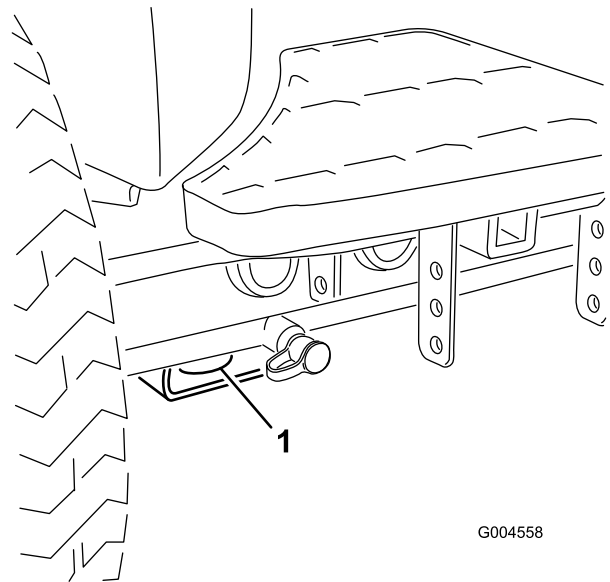

Figura 23
- **Parte delantera de la máquina** – el orificio del bloque rectangular, debajo del tubo del eje, al interior de cada rueda delantera (Figura 23).